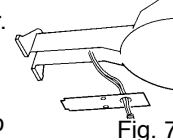

Fig. 7
Paso 2: Conecte la cubierta de acceso al portalámparas utilizando los tornillos suministrados (Fig. 7).